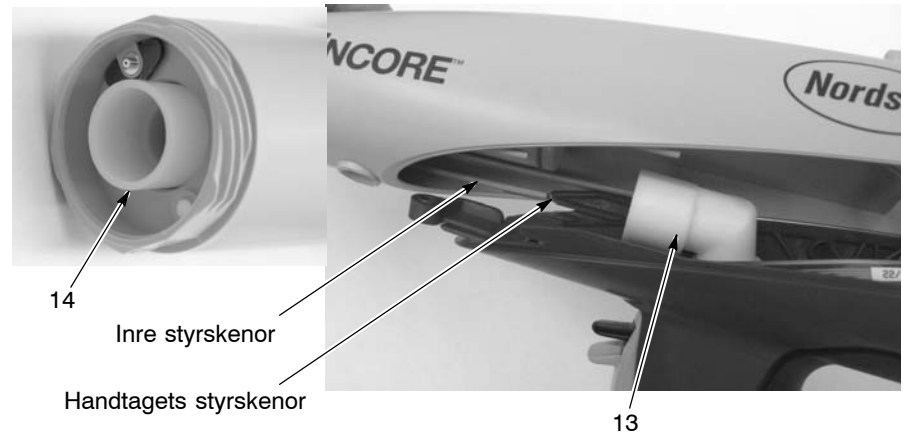

Bild 5-14 Montering av utgångsrör för pulver
17. Se bild 5-14. Sätt i utgångsröret (14) med O-ringarna på plats genom pistolkroppens främre del tills att det ligger ens med pistolkroppens ände.
18. Kontrollera att O-ringen sitter i ingångsrörets spår. Sätt på den vinkalde anslutningen (13) på ingångsrörets ände.